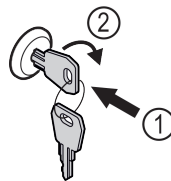

Fig. 57
- ▶ Introducir la llave Fig. 57 (1).
- ▶ Girar la llave 90° en sentido horario Fig. 57 (2).